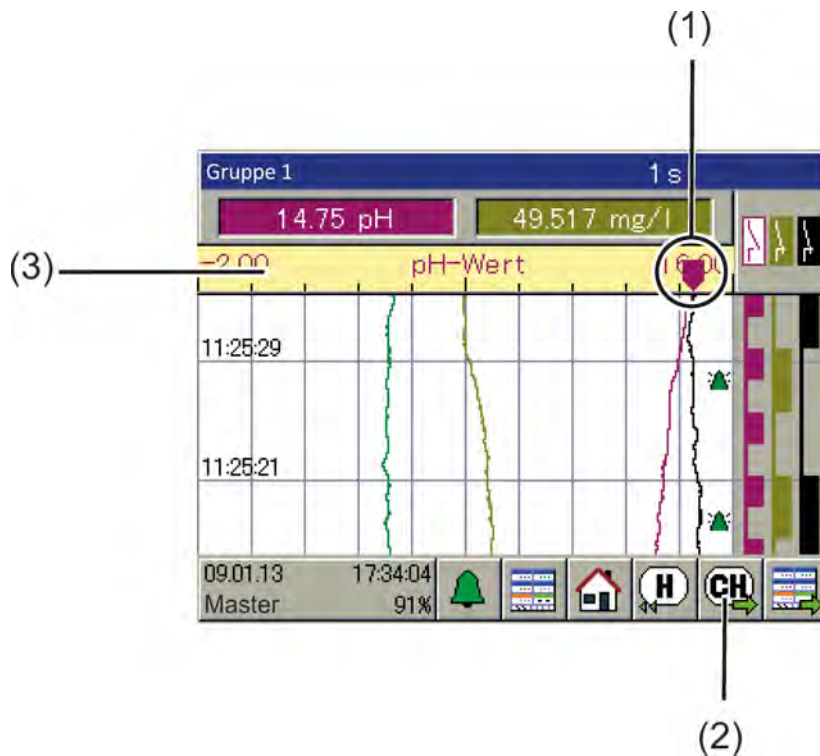
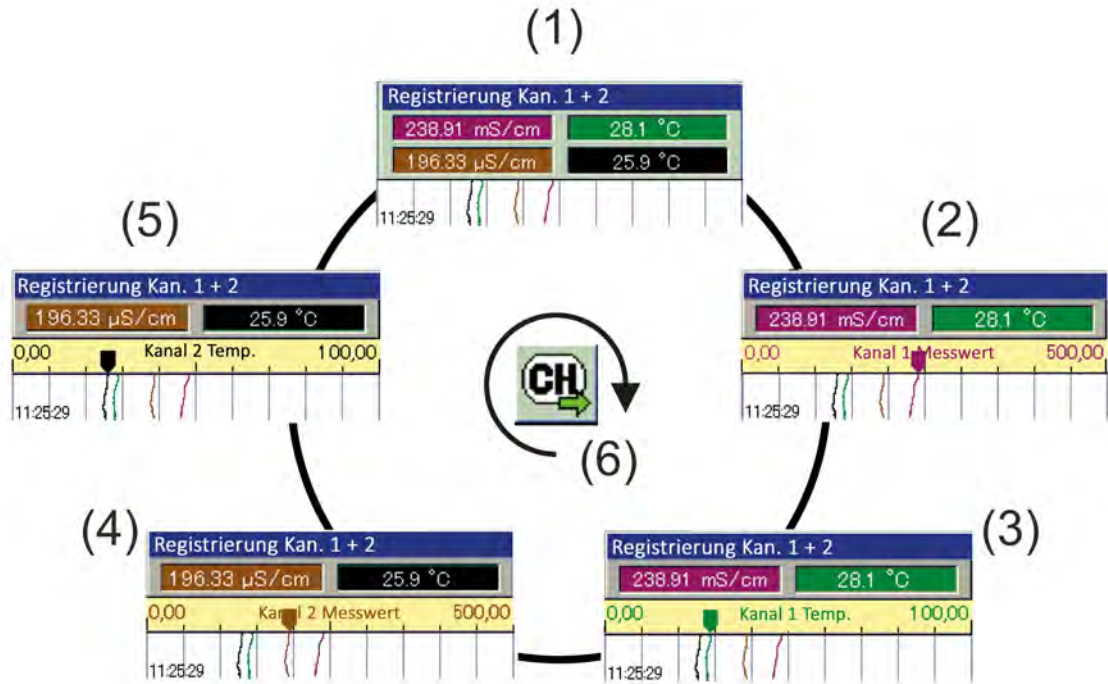

Abb. 50: Stiftansicht
Abb. 51: Stiftansichten durchblättern
Siehe Abb. 50 bzw. Abb. 51 .
Mit der Schaltfläche „Kanal-Weiterschaltung“ (siehe Abb. 50 (2)) werden die einzelnen Messungen der jeweiligen Gruppe hervorgehoben.